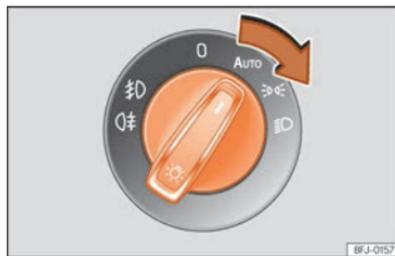

Abb. 82 Instrumententafel: Lichtschalter.
• Schalten Sie die Zündung ein und stellen Sie den Lichtschalter in die gewünschte Position » (Abb. 82):